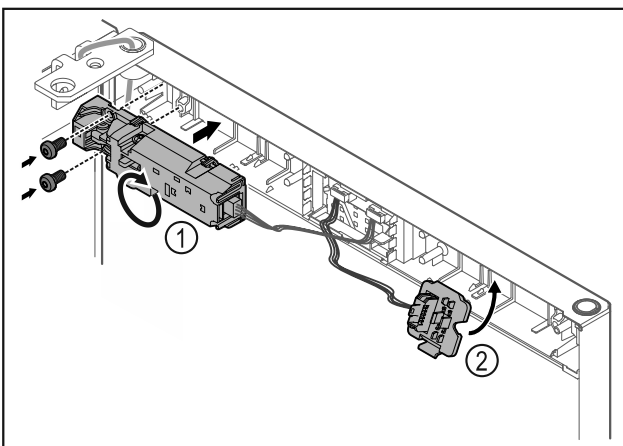

Fig. 16
- ▶ Fernschloss Fig. 16 (1) um 180° drehen und auf Gegenseite befestigen.
- ▶ Steckerhalterung Fig. 16 (2) auf Gegenseite einrasten.